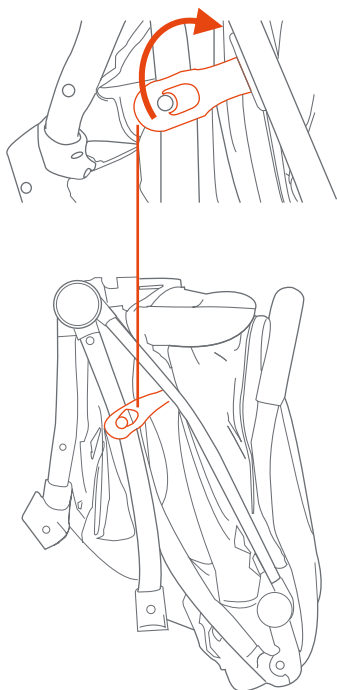

Fig. 1a
- 1) • Desbloqueie a presilha da alavanca. (Fig. 1a)